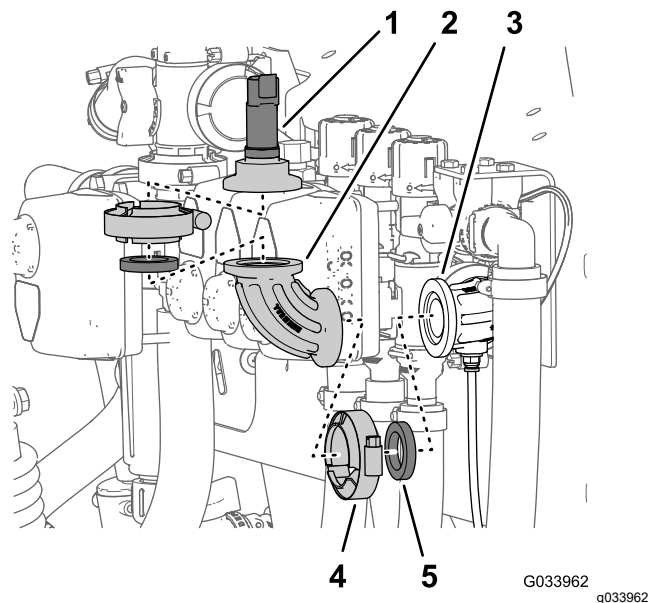

Figura 26
2. Retire o grampo da flange que prende o transdutor de pressão à união a 90° e retire o transdutor, a junta e o grampo da flange (Figura 26).
3. Retire o grampo da flange que prende a união a 90° à união a 90° com um conector para o tubo sensor e retire a união a 90°, a junta e o grampo da flange (Figura 26)